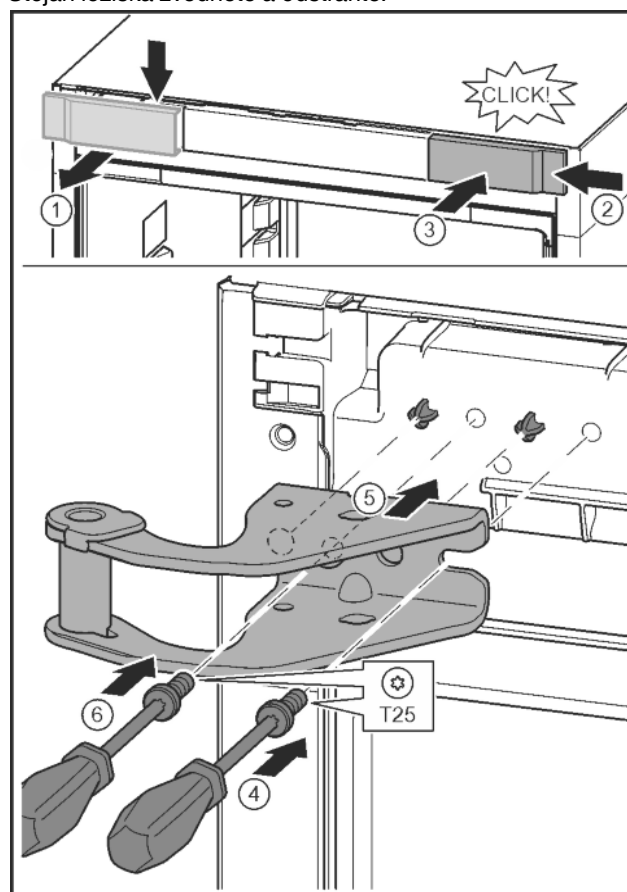

Fig. 14
- Kryt uvolněte a sejměte do strany. Fig. 14 (1)
- Kryt otočený o 180° zavěste na druhé straně zprava. Fig. 14 (2)
- Zaklapněte kryt. Fig. 14 (3)
- Šroubovákem T25 nasad'te šrouby. Fig. 14 (4)
- Nasad'te horní stojan ložiska. Fig. 14 (5)
- Utáhněte šroub. Fig. 14 (4)
- Šroubovákem T25 vložte šroub a utáhněte. Fig. 14 (6)